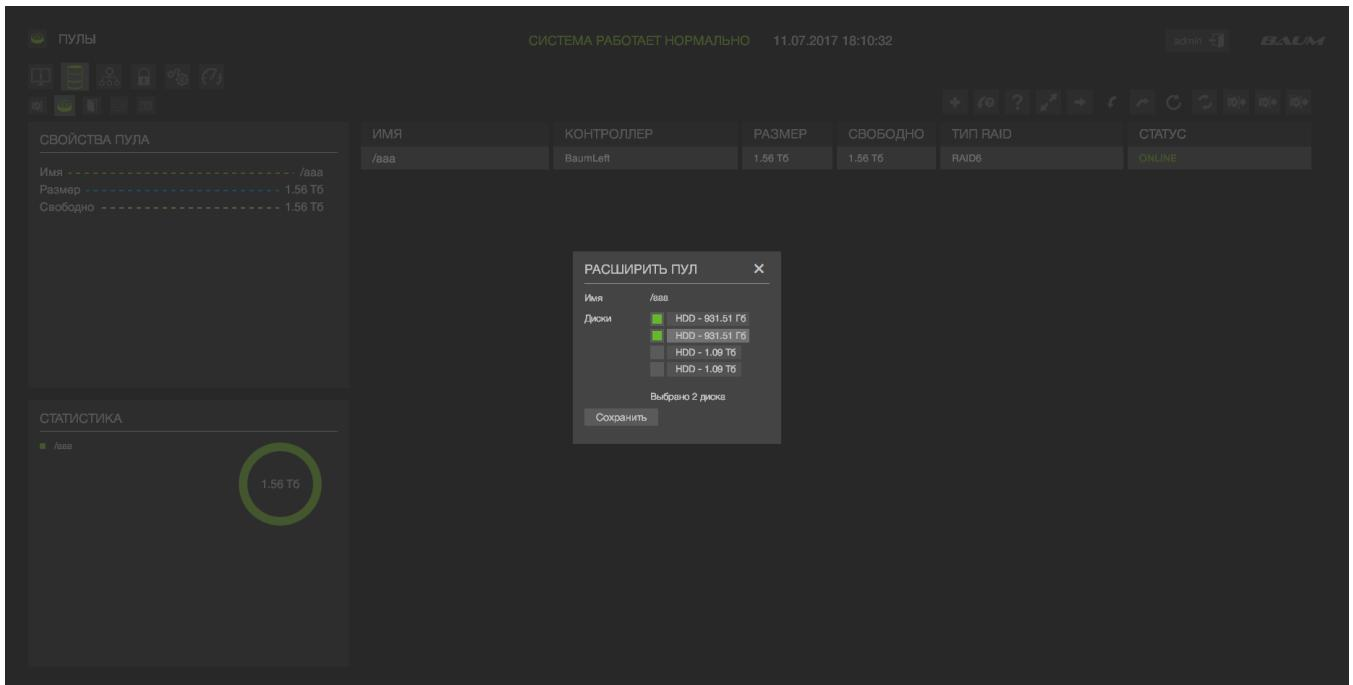

Рисунок 27 – Добавление дисков в пул
- 4) Выбрать диски, которые необходимо добавить в пул (см. Рисунок 27).